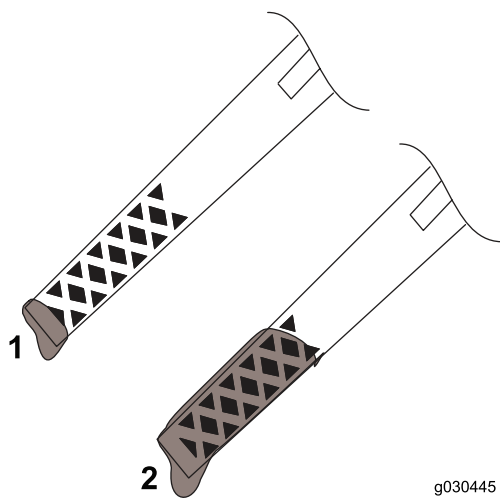

Figura 16
- Dacă nivelul de ulei este sub marcajul Add (Adaugă) de pe jojă (Figura 16), adăugați ulei. Consultați Schimbarea uleiului de motor \(Pagină 15\).
- Dacă nivelul de ulei este deasupra marcajului Full (Plin) (Figura 16), scurgeți excesul de ulei până când nivelul de ulei este la marcajul Full (Plin) de pe jojă; consultați (Pagină).